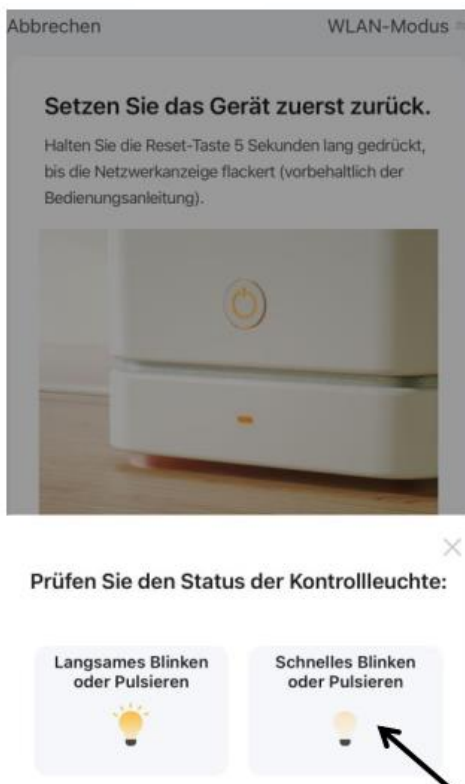
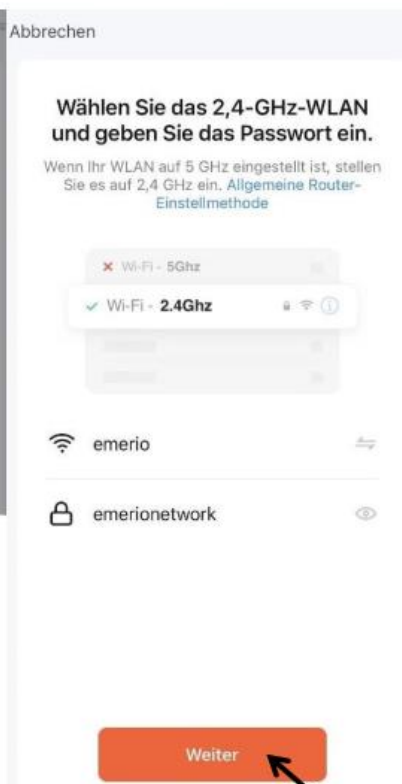

Fig. 4
Fig. 5
- Toccare "Avanti" nella Fig. 3. Continuare a toccare "Lampeggiante o pulsante veloce" nella Fig. 4. Un messaggio chiede di utilizzare una WLAN a 2,4 GHz. Inserire la password WLAN e toccare "Avanti". (Fig. 5)